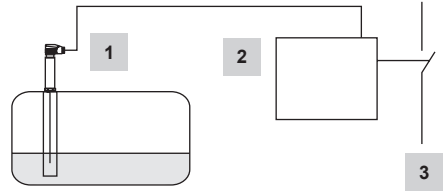

Abb. 7
- Abb. 7** Kombination aus 1 Niveauelektrode LP40 und 1 Niveauschalter LCS3050 als Wasserstandsbegrenzer. Der Niveauschalter öffnet zwei getrennte Sicherheitskreise. Funktionale Sicherheit IEC 61508, SIL 3. Weitere Anwendungen in Übereinstimmung mit nationalen Bestimmungen